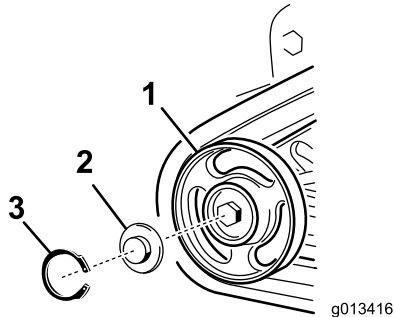

Figura 49
4. Rimuovete l'anello elastico e il tappo da una ruota non motrice (Figura 49).
5. Controllate il grasso sotto il tappo e attorno alla guarnizione (Figura 49). Se risulta sporco, sabbioso o consumato, eliminatelo completamente, sostituite la guarnizione e applicate del grasso nuovo.
7. Collocate il tappo ingrassato della ruota non motrice sulla testa del bullone (Figura 49).
8. Fissate il tappo della ruota con l'anello elastico (Figura 49).